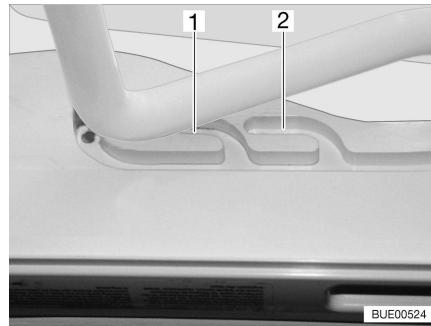
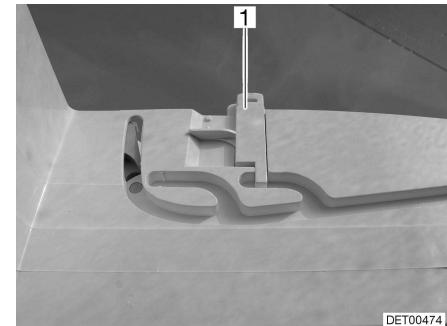

Fig. 36 Oblò Heki in posizione di ricircolo d'aria
Fig. 37 Bloccaggio della posizione di ricircolo d'aria
È possibile portare l'oblò Heki in due posizioni di ricircolo d'aria: Posizione brutto tempo (Fig. 36,1) e posizione centrale (Fig. 36,2). A seconda del modello, l'oblò può essere bloccato sulla posizione centrale del suo telaio con i due chiavistelli (Fig. 37,1) di sinistra e destra.
- Premere la staffa leggermente verso l'alto, spingerla nella guida selezionata (Fig. 36,1 o 2) ed eventualmente bloccarla.